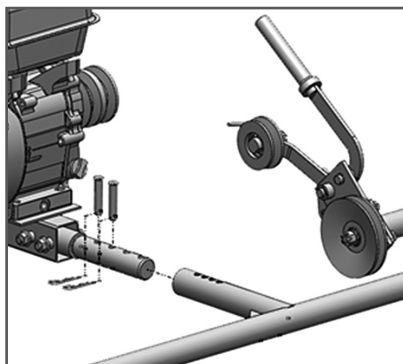

Рис. 5 Соединение косилки с удлинителем
2. Соединить косилку с удлинителем (Рис.5) при помощи двух пальцев 10\*50 и шплинтов